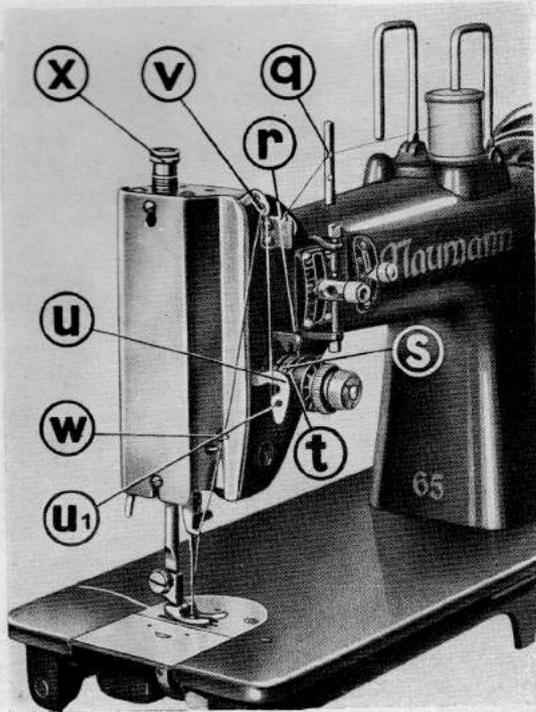
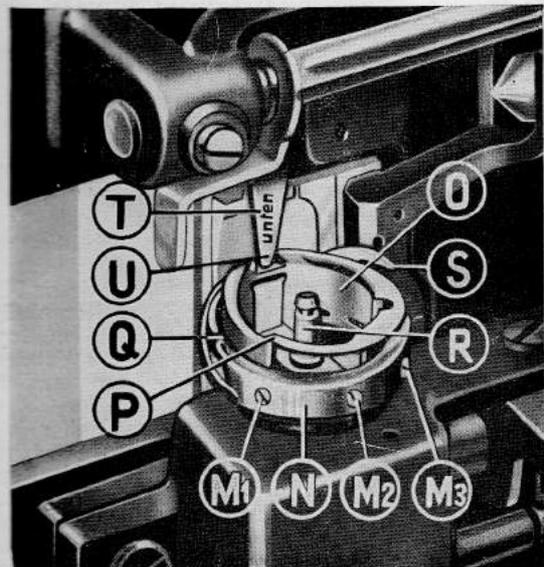

Bild 9
Bild 20
A) Der Faden wird von der Garnrolle von rechts nach links durch das Loch des Stiftes q (Bild 9) gezogen und in die Vorspannung r eingeführt. Dann läuft er durch die beiden Spanscheiben s, wobei der Faden in die Fadenregulierfeder t gehängt wird. Nun führe man den Faden unter den Regulierbügel u und von rechts nach links durch das Loch
17. Nähfußdruck (Bild 9)
Der Nähfußdruck muß der Stoffart angepaßt werden. Beim Nähen von feinen Seidengeweben oder leichten Stoffen vermindert man den Druck durch Herausdrehen der Schraube X (Bild 9). Starke oder harte Stoffe verlangen mehr Druck, deshalb wird in diesem Falle die Schraube X durch Rechtsdrehung hineingeschraubt. Der Druck muß mindestens so stark sein, daß er verhindert, daß das jeweils unter dem Nähfuß liegende Nähgut mit hochgehoben wird, wenn die Nadel hochgeht.
läßt sich der Greifer auf diese Weise nicht wieder in Gang bringen, oder muß er einmal gründlich gesäubert werden, nehme man ihn auf folgende Weise auseinander: Nach Herausnehmen der Nadel, klappe man das Oberteil zurück und stelle den Fadenhebel v (Bild 9) auf den höchsten Punkt. Nun entferne man die Kapsel und Spule (Bild 3). Der Greifer (Bild 20) wird durch Drehen am Handrad so gestellt, daß die drei Befestigungsschrauben M₁, M₂, M₃ vom Ver-
schlußbügel N gut mit dem Greifer-Schraubenzieher herauszuschrauben sind. Dann kann der Verschußbügel N abgenommen werden. Will man den Kapselträger O aus dem Greifer herausnehmen, muß das Ende P des Kapselträgers gerade vor der Greiferspitze Q stehen (Bild 20). Mit dem Daumen und Zeigefinger fasse man den Kapselträger am Stift R und ziehe ihn nach oben heraus, dabei muß das Handrad ein wenig hin- und herbewegt werden. Das Fadenabzugsblech S **darf nie** entfernt werden.
Wenn der Greifer in einer Stellung feststeht, in der man nicht an die Schrauben M₁, M₂ und M₃ heran kann, so schraube man den Kapselhalter T ab und drehe dann den Greifer so weit herum, daß man die drei Schrauben lösen kann. Sollte man den Kapselträger nun nicht aus dem Greifer herausbekommen, so ist nach dem Entfernen der Schrauben M₁, M₂ und M₃ und nach dem Abnehmen des Verschußbügels N der Kapselhalter wieder einzuschrauben (Kapselträger O dabei genau in der Stellung, wie sie Bild 20 zeigt, also Greiferspitze Q und Ende P des Kapselträgers müssen nebeneinander stehen!) und es ist der Kapselträger O durch Vor- und Rückwärtsdrehen des Handrades zu lösen und herauszunehmen. Nunmehr kann der Greifer mit Petroleum sorgfältig gereinigt werden.